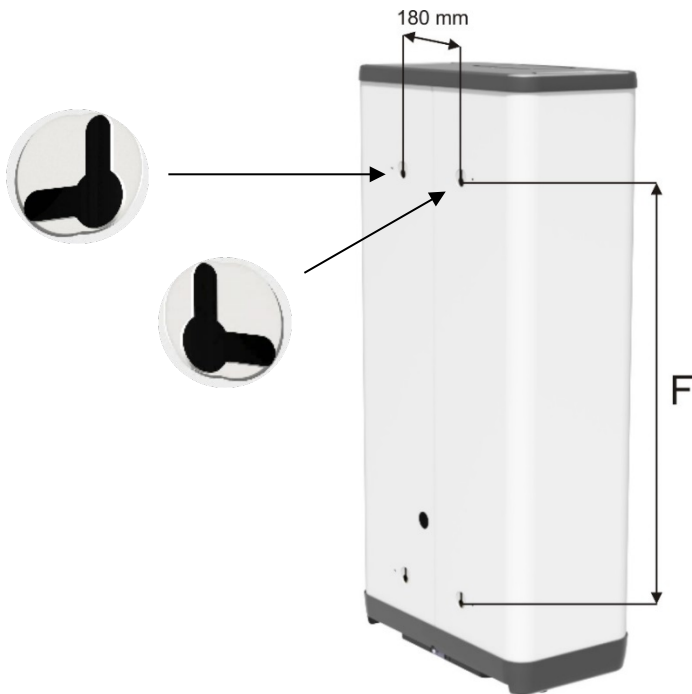
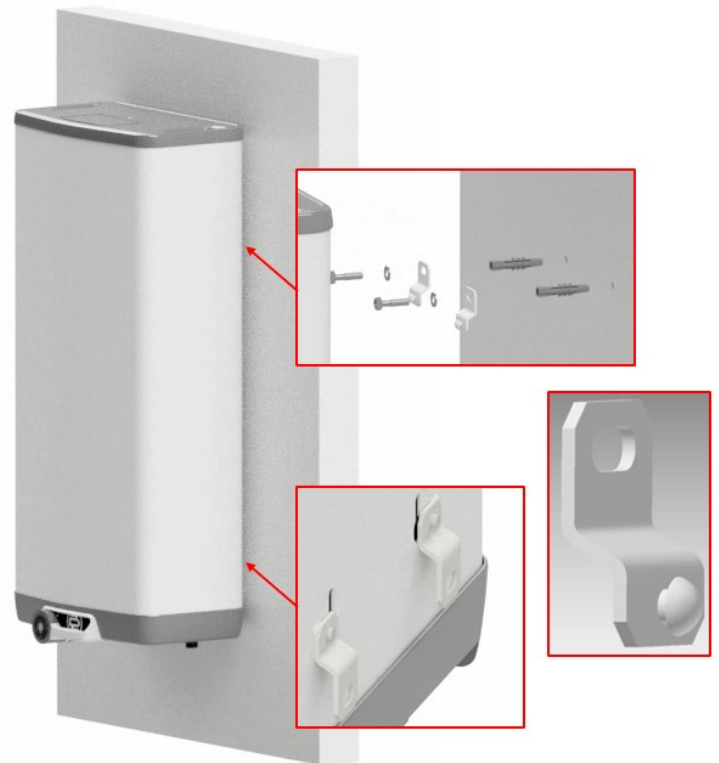

Abbildung 3
Abbildung 4
**Der Heißwasserspeicher ist senkrecht direkt an die Wand zu montieren.** Die Verankerungsschrauben müssen den garantierten Abstand  $t=180\text{ mm}$  und den Abstand  $F$  je nach Volumen des Heißwasserspeichers (Abbildung 3) haben oder mittels Hängebügel erfolgen. 2 obere Hängebügel sind an der Wand zu befestigen und 2 untere Hängebügel sind in die unteren Öffnungen des Heißwasserspeichers zu setzen, die unteren Hängebügel dienen als Stützen (Abbildung 4). **Die Hängebügel (4 Stück) gehören zum Liefer- und Paketvolumen.**